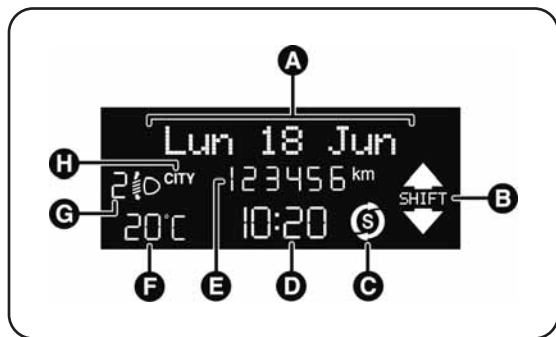

fig. 4a
**Versions avec Start&Stop fig. 4a**